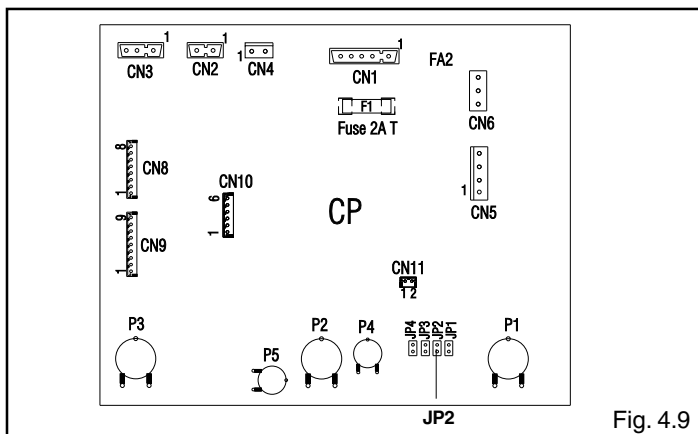

Fig. 4.9
- Inserire se necessario il jumper JP2 (fig. 4.9)